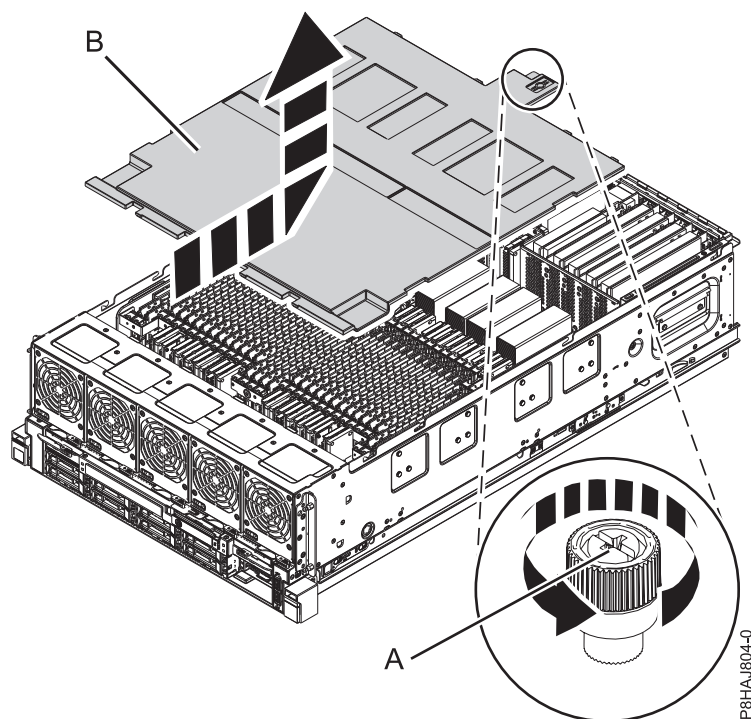

Figura 40. Removendo a tampa de segurança
2. Solte o parafuso (A) localizado na parte traseira da tampa ao girá-lo na direção mostrada em Figura 40 na página 59.
3. Deslize a tampa de segurança (B) em direção à parte traseira do sistema. Quando a parte frontal da tampa desobstruir a borda do quadro superior, erga a tampa para fora do sistema.